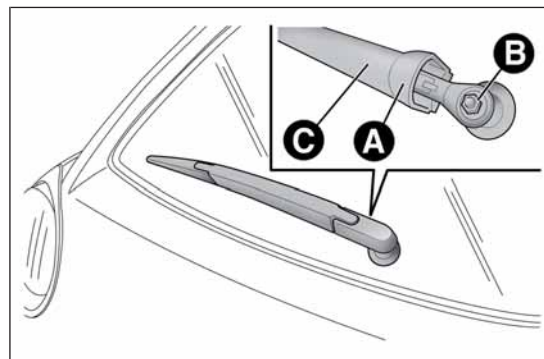

fig. 167
- solleva la copertura A fig. 167, svita il dado B e rimuovi il braccio C;